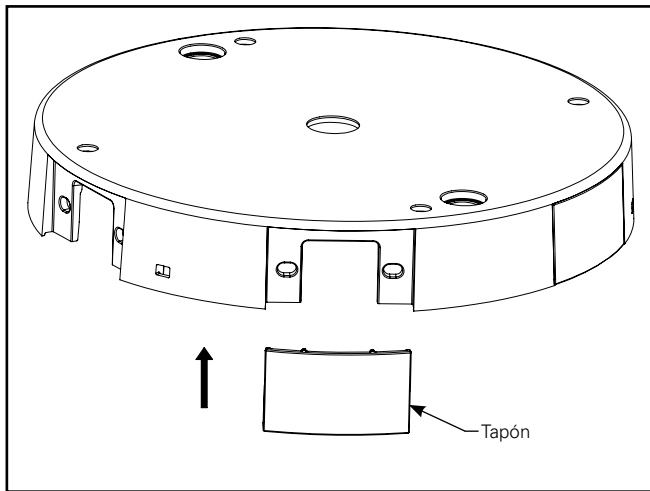

Figura 2.1.
2. Inserte los tapones en las aberturas no utilizadas en la cubierta superior del cubo según la forma o patrón que trata de lograr. (Figura 2.1).